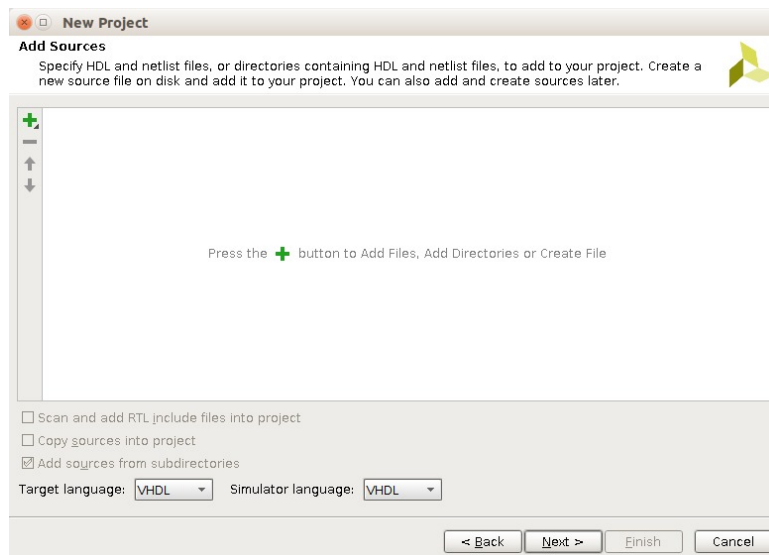

Figure 6: Copie écran - Création du projet, fichiers intégrés au projet
6. Une fenêtre permettant l'insertion et la création de sources est proposée. Nous créerons plus tard les fichiers nécessaires. Assurez-vous que le langage associé à la cible est VHDL ainsi que pour le simulateur. Vous devez avoir une fenêtre telle la figure 6. Cliquez ensuite sur Next.